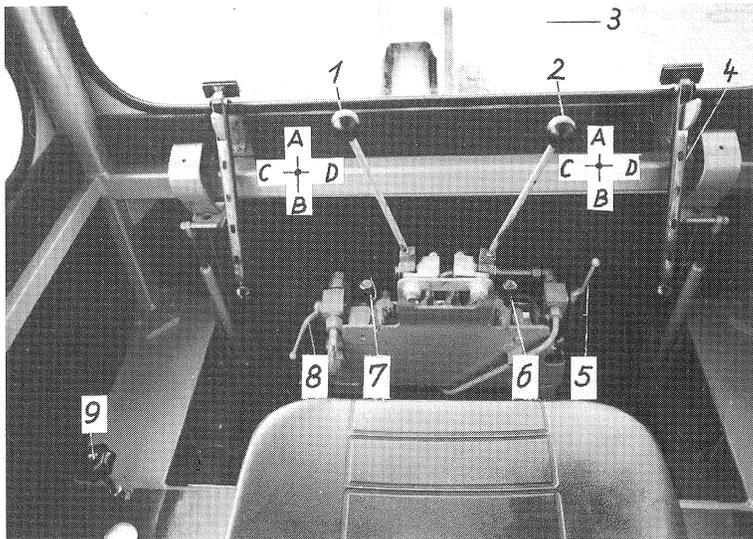

FIG. 18
- Ouvrir la vanne d'arrêt à boisseau sphérique fig. 18/8 .
LES INSTRUCTIONS SUIVANTES SE RAPPORTENT A LA FIG. 18 PAGE 18.
Le dispositif de blocage de la position latérale est commandé par la vanne d'arrêt à boisseau sphérique fig. 18/5 .
**POUR DEBLOQUER:** Ouvrir la vanne. Faire pivoter le godet (comme pour le vider) jusqu'à la butée, en poussant le levier 1 de la fig. 18 vers C. Maintenir le levier 1 en position de fin de course C, et refermer la vanne.
**POUR REBLOQUER:** Ouvrir la vanne. Faire pivoter le godet (mais comme pour le remplir) jusqu'à la butée, en poussant le levier 1 de la fig. 18 vers D. Maintenir le levier 1 en position de fin de course, et refermer la vanne.